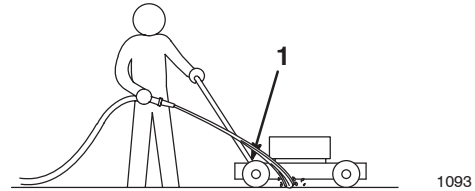

Figure 23
3. Halten Sie den Wasserschlauch auf Griffhöhe und richten Sie den Wasserstrahl unmittelbar vor dem rechten Hinterrad auf den Boden (Fig. 23).